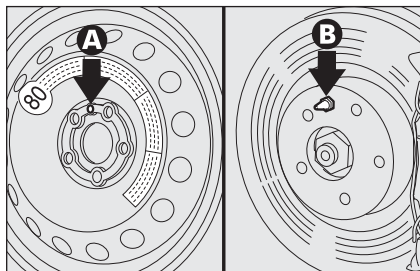

fig. 10
- ☐ montare il ruotino facendo coincidere uno dei fori **A-fig. 10** con il relativo perno di centraggio **B**;
- ☐ montare la ruota di uso normale tenendo presente che il perno **B-fig. 10** deve coincidere con uno dei fori **A**;